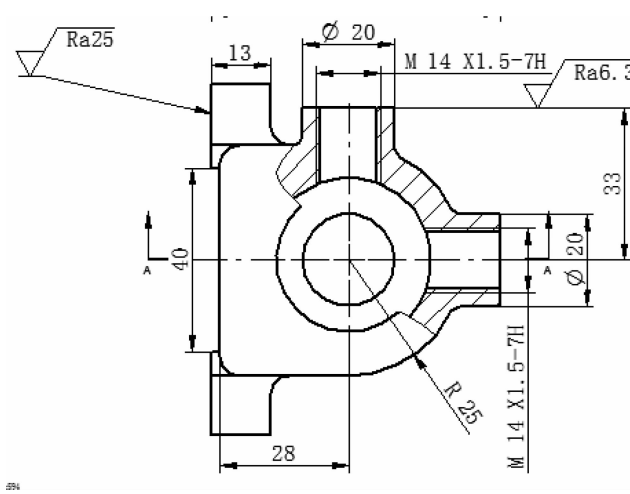

图 9-246 俯视图螺纹孔规格
- (3) 按照之前步骤标志出其余的螺纹孔规格，俯视图螺纹孔规格如图 9-246 所示。